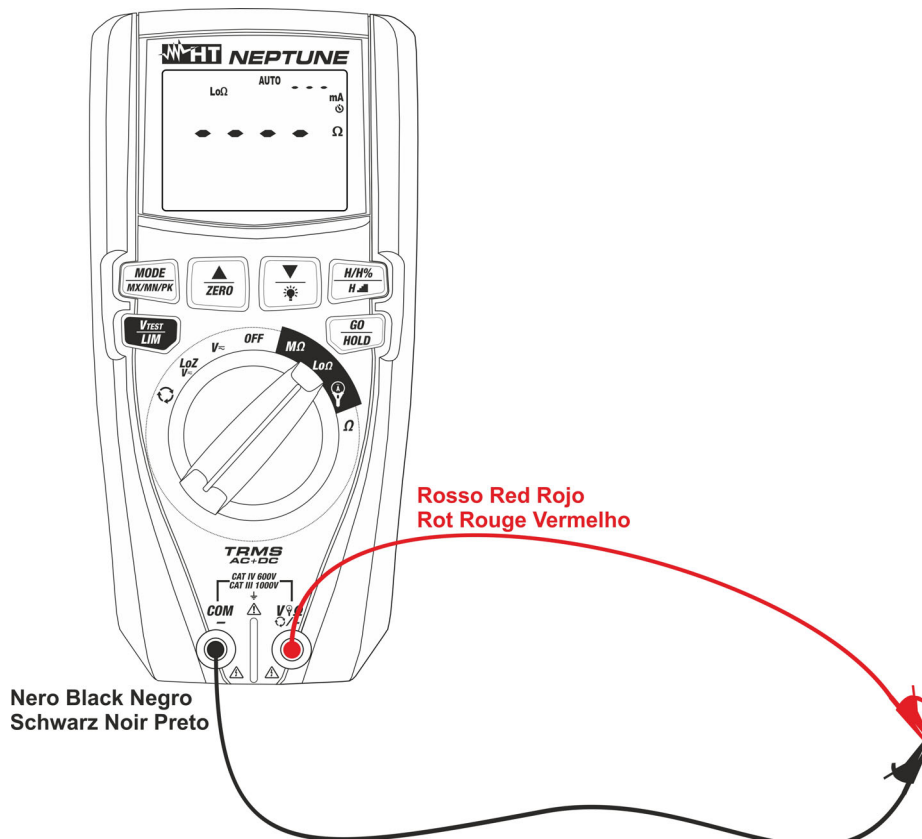

Fig. 32: Conexión de los cables en función compensación
2. Inserte los cables de medida en los terminales de entrada **V $\Omega$ +/+** y **COM/-**, conecte los terminales de cocodrilo y cortocircuite los extremos de los cables entre sí (ver la Fig. 32)